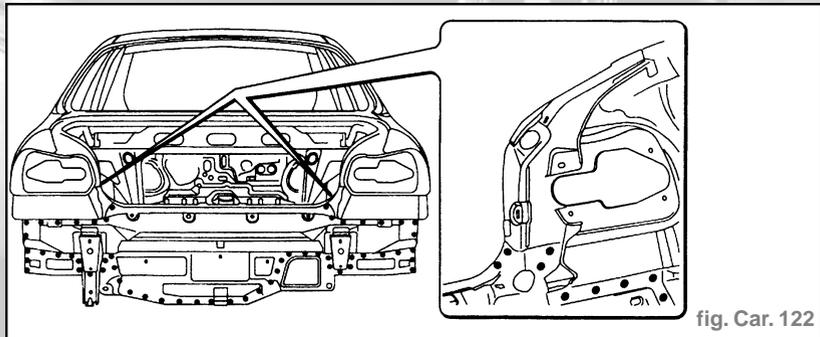

fig. Car. 122
- Effectuer la soudure électrique par points comme indiqué dans la figure (fig. Car. 122).